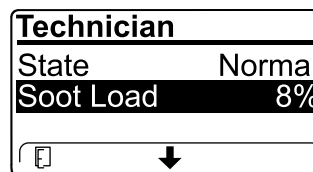

Figure 35
- Regardez la charge de suie qui est mesurée en pourcentage de suie dans le FAP (Figure 35); voir le tableau de charge de suie.